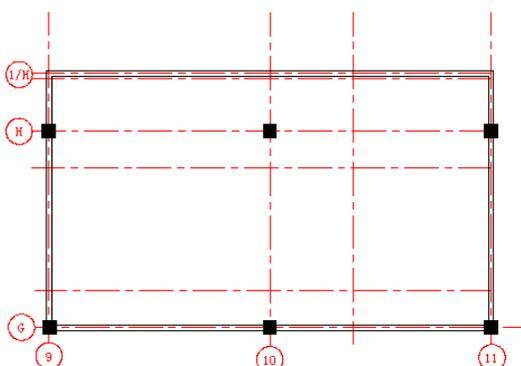

图 17.12.16 编辑其余多线
(2) 参照上一步完成其余 3 个多线角点结合的操作，完成后如图 17.12.16 所示。